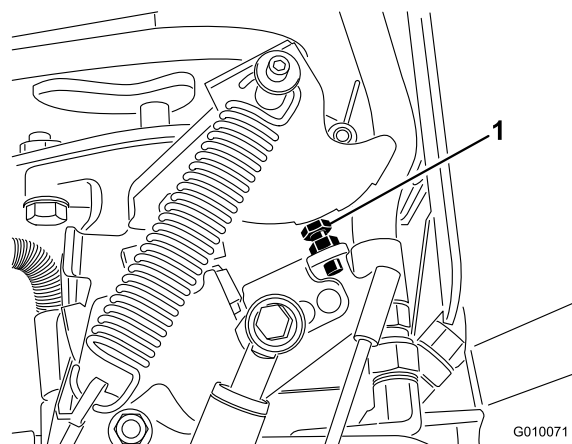

図 66
5. 調整する場合：ポンプのストップ・ボルト（図 66）をストップ・プレートに近づけると穴あけ間隔が小さくなり、遠ざけると間隔が大きくなる。